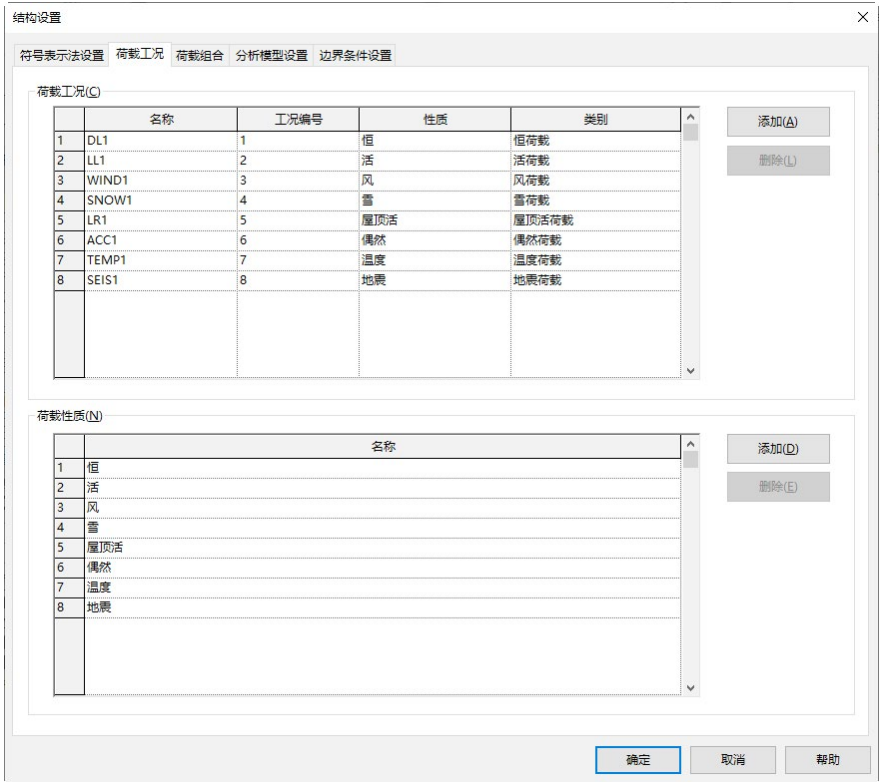

图 14-11 “结构设置”对话框的“荷载工况”选项卡
(1) 单击“分析”选项卡“分析模型”面板上的“荷载工况”按钮, 打开“结构设置”对话框的“荷载工况”选项卡, 如图 14-11 所示。